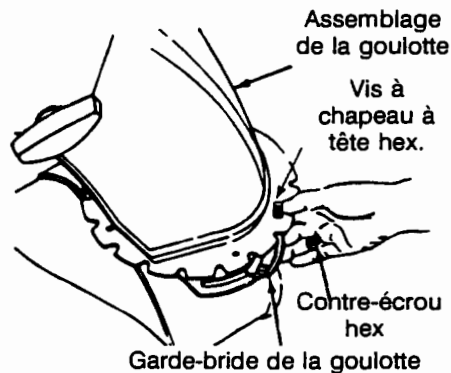

FIGURE 13
- Démontez la goulotte en retirant les vis à chapeau à tête hex., les gardes-bridés et les contre-écrous à six pans. Voir la Figure 13.